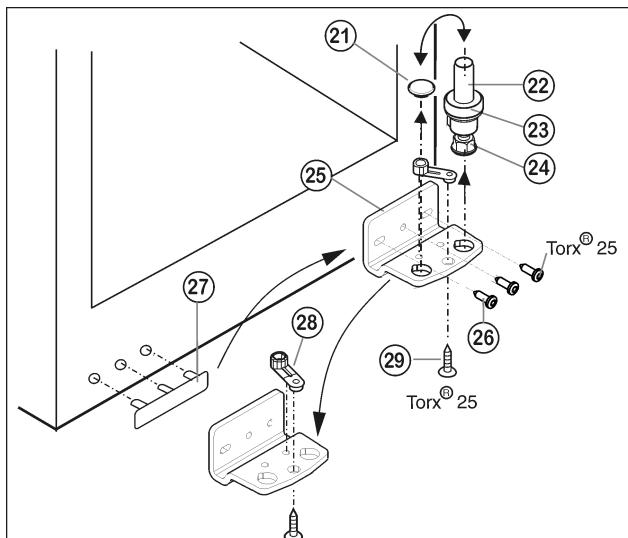

Fig. 5
- Ložiskový čep Fig. 5 (22) včetně podložky Fig. 5 (23) a seřizovací nožky Fig. 5 (24) vytáhněte nahoru.
- Zátku Fig. 5 (21) odstraňte.
- Stojan ložiska Fig. 5 (25) odšroubujte Fig. 5 (26).
- Ložiskový díl Fig. 5 (28) odšroubujte Fig. 5 (29) a přemístěte jej do protilehlého upínacího otvoru stojanu ložiska, pak ho znova pevně přišroubujte.
- Krytku na straně madla Fig. 5 (27) opatrně vytáhněte a přemístěte na druhou stranu.
- Stojan ložiska Fig. 5 (25) na nové straně závěsu zase přišroubujte příp. pomocí akumulátorového šroubováku (**momentem 4 Nm**).
- Zátku Fig. 5 (21) zase vložte do druhé díry.
- Ložiskový čep Fig. 5 (22) včetně podložky a seřizovací nožky zase nasadte. Přitom dávejte pozor, aby zajišťovací vačka směrovala dozadu.
- ▶ Dveře nasadte shora na spodní ložiskový čep Fig. 5 (22).
- ▶ Dveře případně pomocí obou podélných děr ve spodním stojanu ložiska Fig. 5 (25) vyrovnejte tak, aby lícovaly se skříní přístroje. Vyšroubujte prostřední šroub.